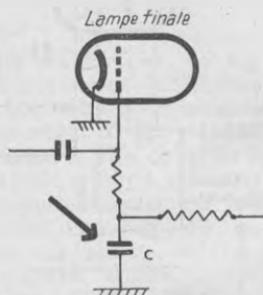

Fig. 23. — C coupé détermine le ronflement.
3. Dans les récepteurs polarisés directement par la grille, un découplage insuffisant des circuits de grille peut produire du ronflement. Par exemple, lorsque le condensateur C est coupé ou déconnecté (fig. 23).